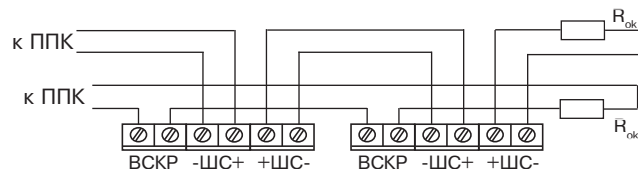

Рисунок 3 – Схема подключения нескольких извещателей в ШС
- допускается параллельное подключение нескольких извещателей в ШС (рисунок 3).